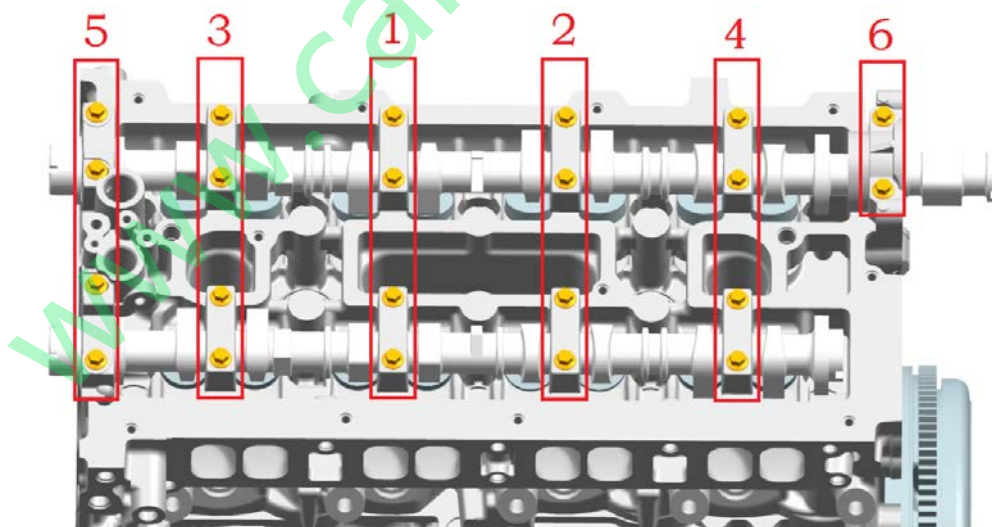

图 9.3
- 3、将凸轮轴轴承盖 I、凸轮轴轴承盖 II 和凸轮轴轴承盖 III 安装到气缸盖上，按下图 9.3 所示顺序分次拧紧至规定力矩（见表 2.1）。